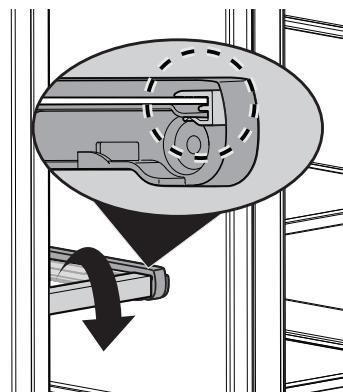

Figure 1
**Congélateur:** Il est possible de retirer la clayette du congélateur en verre pour la nettoyer. Retirer tous les aliments de la clayette en verre. Tourner la garniture avant vers le bas pour la retirer (Figure 1)..